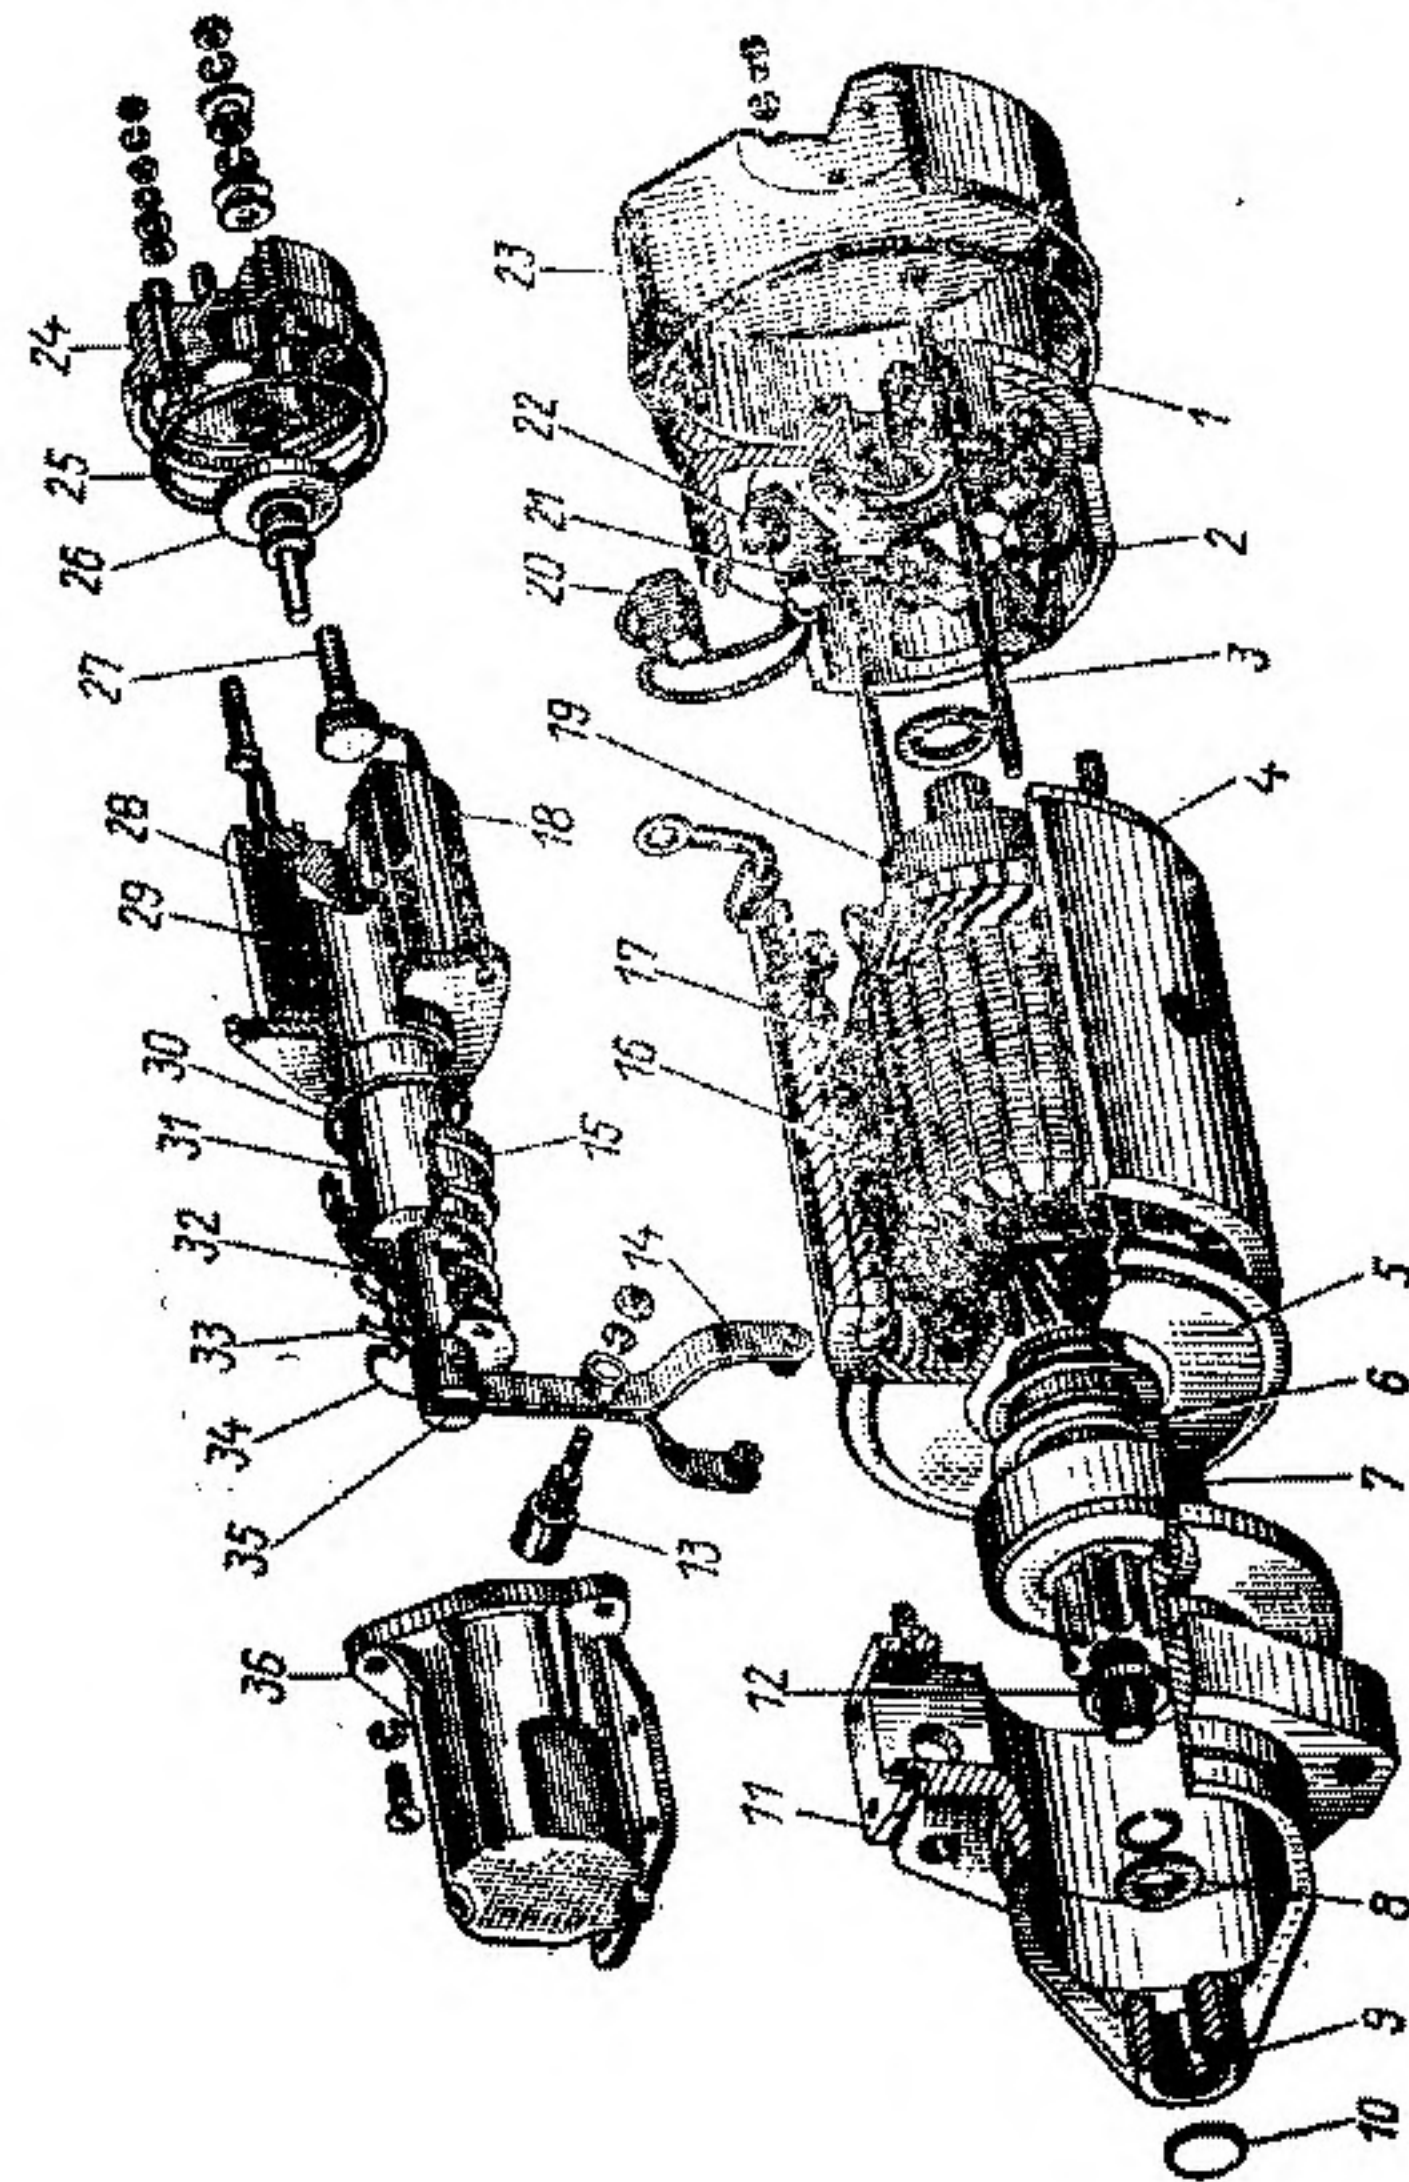

Рис. 39. Стартер СТ230-А.
2. Разобрать стартер в такой последовательности (рис. 39):